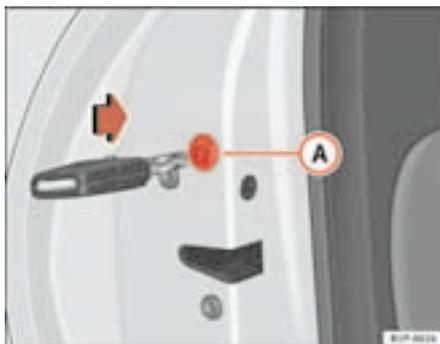

Fig. 58 Cierre de emergencia de las puertas
Abra la puerta y retire el tapón (A) ⇒ fig. 58 que lleva dibujado un candado. A la vista quedará una pieza circular y giratoria con una ranura en el centro. Introduzca la llave en la ranura y gire la pieza en sentido horario para las puertas derechas y en sentido antihorario para las puertas izquierdas.